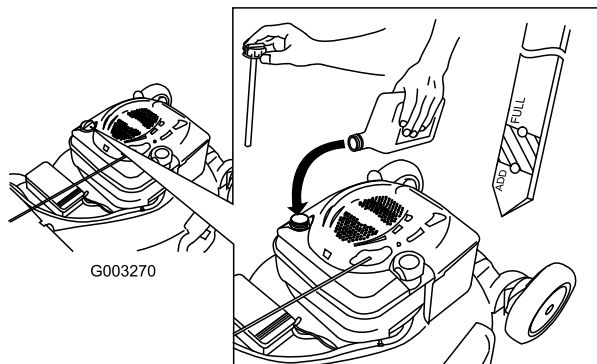

Figure 48
4. Versez de l'huile **lentement** dans le goulot de remplissage pour faire monter le niveau de liquide jusqu'au repère du plein (Full) sur la jauge (Figure 48). **Ne remplissez pas excessivement.** (Remplissage max. : 0,59 l (20 onces), type : huile détergente SAE 30W de classe de service API SF, SG, SH, SJ, SL ou supérieure.